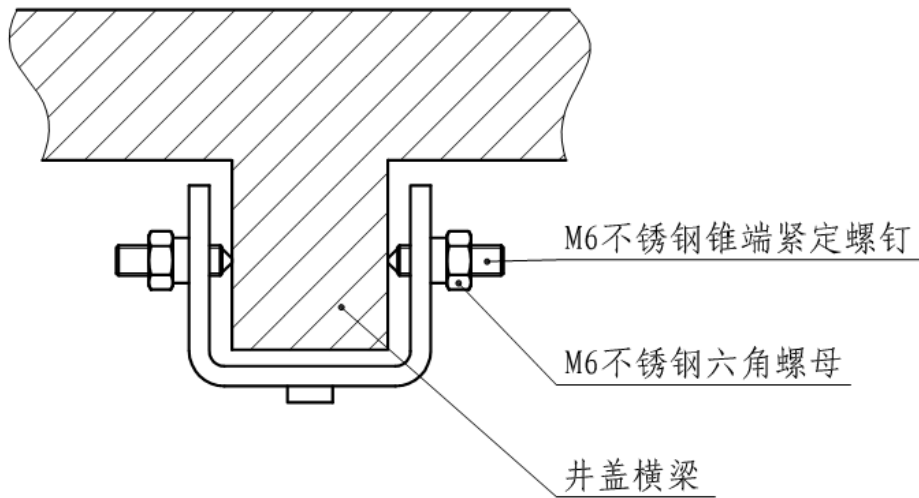

图 7 U 型槽钢安装示意图
1) 选择尺寸较高的纵梁或横梁，测量其宽度，选用市场上的 U 型不锈钢槽钢，槽钢的内部宽度 A 应略大于井盖横梁的宽度，将槽钢截成长度为 C 的小段（如图 7 示，尺寸 C 应小于井盖上交错的纵横梁之间的缝隙宽度，以保证 U 型槽钢能插入到井盖横梁上）